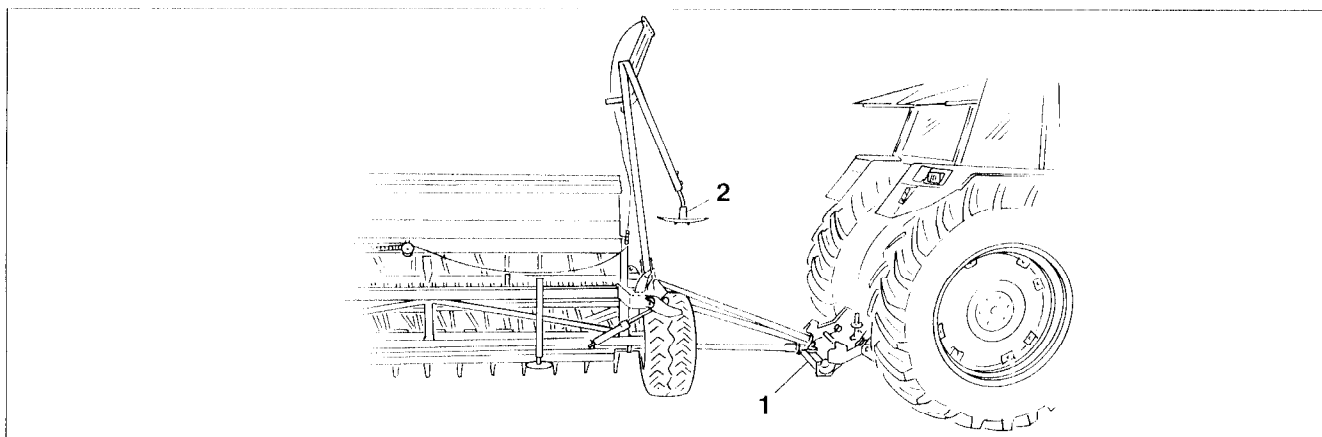

Fig. 20.1
- Die Spuranreißerscheiben (Fig. 20.1/2) sind zu entfernen.